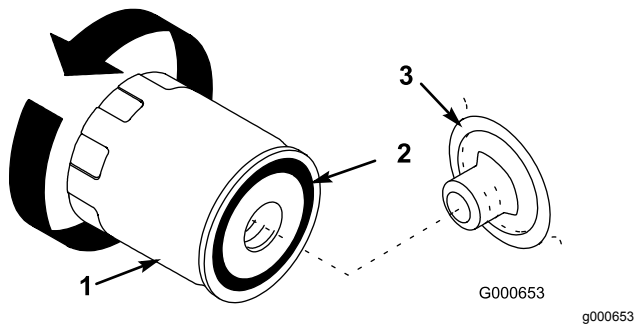

Figura 30
8. Retire el filtro usado y limpie con un paño la superficie de la junta del adaptador del filtro (Figura 30).
9. Aplique una capa fina de aceite nuevo a la junta de goma del filtro nuevo (Figura 30).
10. Instale el filtro de aceite nuevo en el adaptador del filtro. Gire el filtro en el sentido de las agujas del reloj hasta que la junta de goma entre en contacto con el adaptador del filtro, luego apriete el filtro media vuelta más (Figura 30).